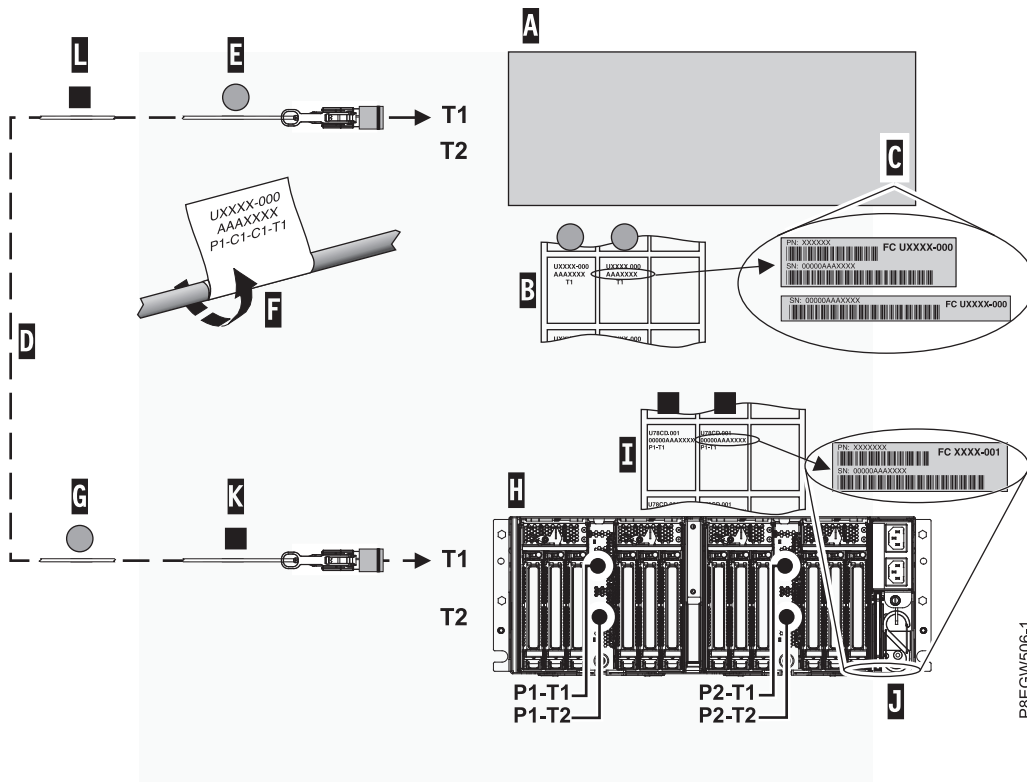

Figura 17. Etiquetado de un cable óptico activo
Nota: Mientras realiza estos pasos, consulte la Figura 17 en la página 22 como referencia.
- g. Conecte la etiqueta Cx-T1 situada en el extremo de más a la izquierda del conector del cable (**E**). Consulte Figura 17. Recorte la etiqueta con el extremo en blanco de forma que la información de ubicación (**F**) esté visible.
- h. Tome la segunda etiqueta Cx-T1 de la hoja de etiquetas del sistema host (**B**) y póngala en el extremo opuesto del cable que se conecta al cajón de expansión PCIe3 EMX0. Asegúrese de que la etiqueta se coloque a más de 100 mm (4 pulgadas) del extremos del cable (**G**). Consulte Figura 17.
Nota: Mientras realiza estos pasos, consulte la Figura 17 como referencia.
- f. Pegue la etiqueta Px-T1 situada en el extremo de más a la izquierda del conector del cable (**K**). Consulte Figura 17 en la página 22. Recorte la etiqueta con el extremo en blanco de forma que la información de ubicación (**F**) esté visible.
- g. Tome la segunda etiqueta Px-T1 de la hoja de etiquetas del cajón de expansión y colóquela en el extremo opuesto del cable a más de 100 mm (4 pulgadas) del extremo del cable (**L**). Consulte Figura 17 en la página 22.